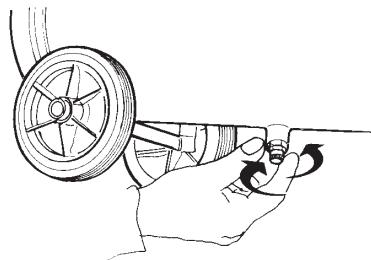

fig. 4
- controllare che il rubinetto di scarico condensa (fig. 4) posto sotto il serbatoio sia chiuso;
- Togliere il tappo scarico condensa con pressione all'interno del serbatoio (*fig. 4*)
Prima di effettuare qualunque tipo di intervento sul compressore, togliere la spina dalla presa di corrente e scaricare la pressione del serbatoio d'aria mediante il rubinetto scarico condensa (*fig. 4*), svitare con cautela per far uscire l'aria lentamente, in quanto potrebbero esserci dei residui metallici all'interno del serbatoio. La manutenzione appropriata e regolare del vostro compressore è la premessa per il suo buon funzionamento ed una garanzia di lunga durata.
Scarico condensa (*fig. 4*)